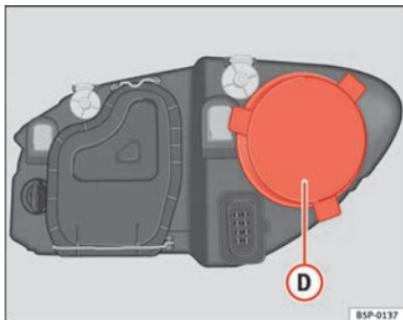

Abb. 184 Standlicht
- Den Deckel ⇒ Abb. 184 (D) abziehen.